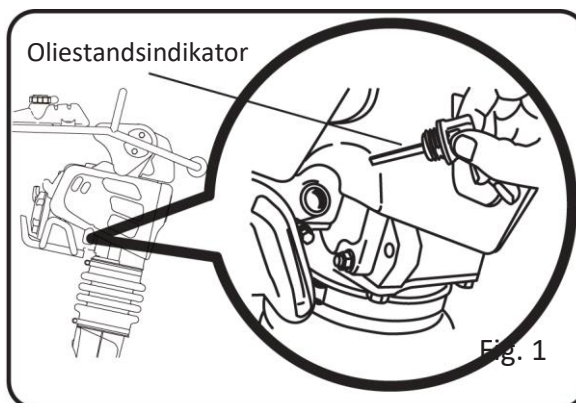

Fig. 1
- 3 Motorolien kontrolleres ved at anbringe maskinen på en vandret overflade og derefter vippe den fremad. (Fig. 1)